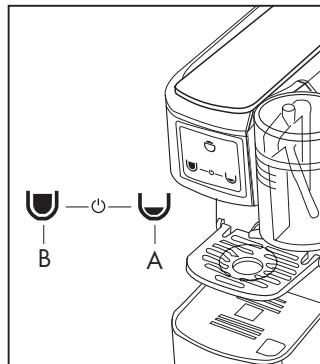

Fig. 4
- Accendere la macchina premendo uno dei simboli (A) o (B) o contemporaneamente i 2 simboli (A) e (B). (**Fig. 4**).
- I tasti posti sul pannello comandi (2) cominceranno a lampeggiare; quando si illuminano in modo fisso la macchina è pronta per l'utilizzo (**Fig. 4**).
- Controllare che non ci siano capsule all'interno della macchina e che ci sia acqua nel sebatoio (8); accendere la macchina premendo uno dei simboli (A-B) o contemporaneamente i 2 simboli (A-B) (**Fig. 4**).